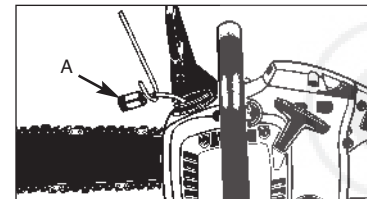

Bild. 16
4. Heben Sie den Filter (A) aus dem Tank heraus (Bild. 16).